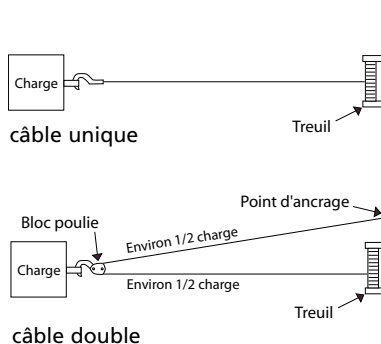

Figure 2
1. La capacité nominale du AC1000 sur la couche du câble situé le plus près du tambour est de 454 kilos (1 000 livres) (pour câble unique). **NE SURCHARGEZ PAS. N'ESSAYEZ PAS DE TRACTIONNEMENTS PROLONGÉS SOUS CHARGE LOURDE.** Ne maintenez pas de tension électrique sur le treuil si le moteur cale. Les surcharges peuvent endommager le treuil et/ou le câble métallique et créer des conditions de fonctionnement dangereuses. **POUR LES CHARGES DE PLUS DE 340 KILOS (750 livres), NOUS CONSEILLONS L'UTILISATION DU PALAN EN OPTION POUR OBTENIR UNE DOUBLE LIGNE DE CÂBLE MÉTALLIQUE (Figure 2).** Ceci réduit d'environ 50% la charge appliquée au treuil et la tension sur le câble métallique. Ne raccrochez pas au treuil. Accrochez toujours sur une structure pouvant supporter la charge.